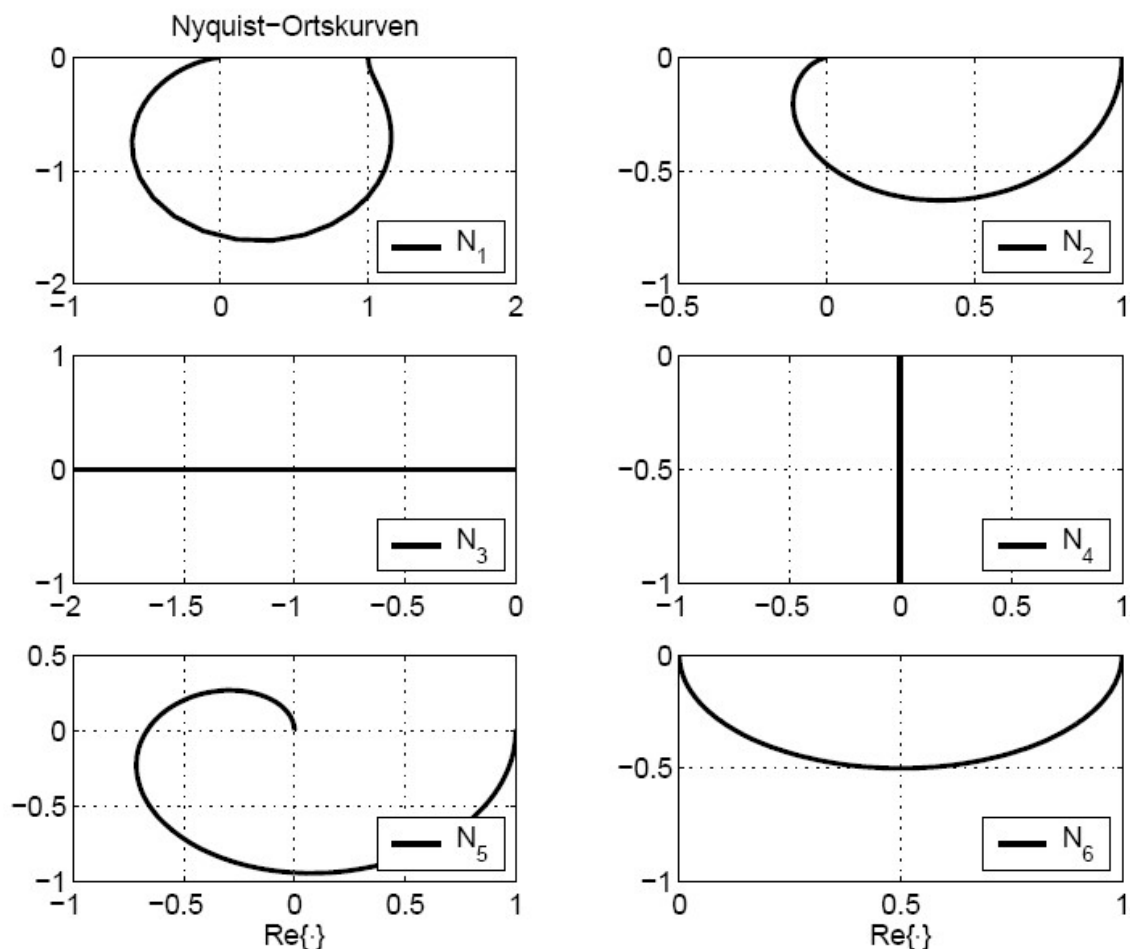

Abbildung 1.2
e) In Abbildung 1.2 sind 6 Nyquist-Ortskurven von offenen Kreisen (N_1 – N_6) gegeben. Weiterhin sind die Übertragungsfunktionen G_1 – G_6 gegeben.